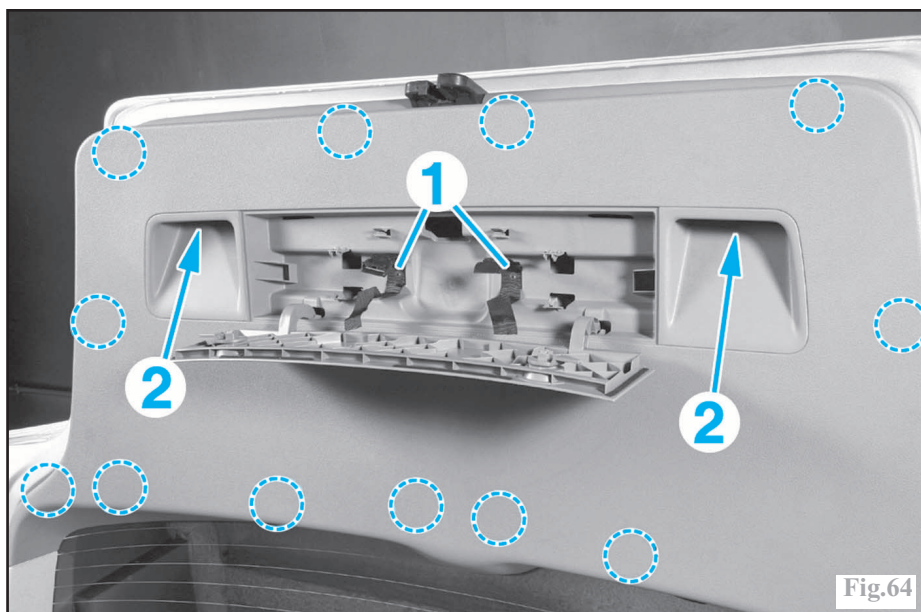

Fig.64
Déposer les 2 vis (1) (Fig.64).